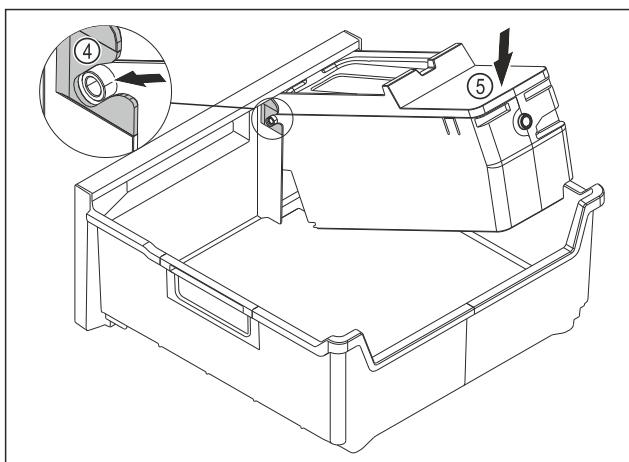

Fig. 115
- ▶ Montați corpul EasyTwist-Ice: Inserați axele corpului EasyTwist-Ice în ghidaje Fig. 115 (4).
- ▶ Apăsați corpul EasyTwist-Ice Fig. 115 (5) în spate în jos.